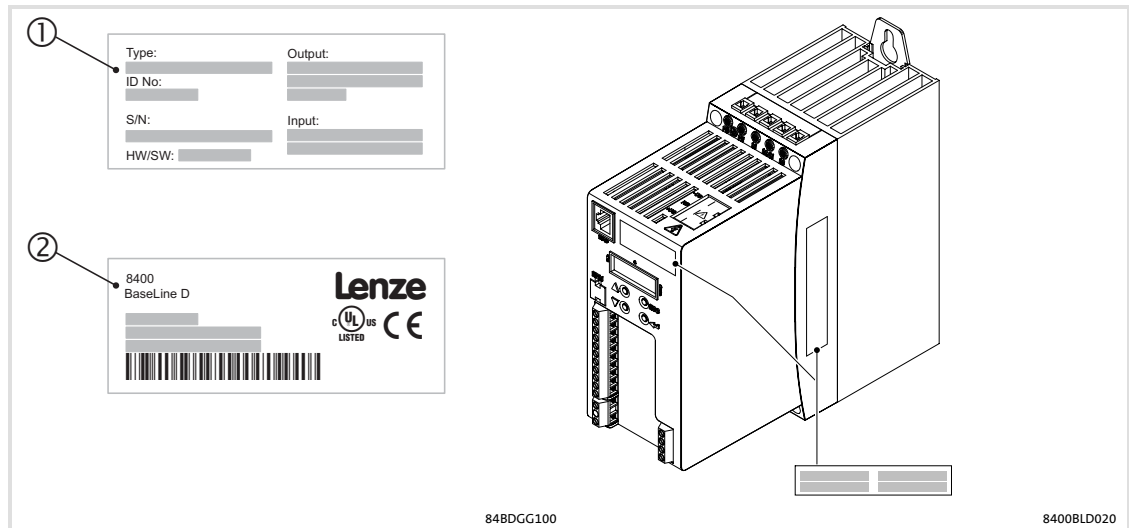

Abb. 3-2 Platzierung der Typenschilder
Die in diesem Handbuch verwendeten Typenangaben beziehen sich auf das Typenschild ①, welches sich auf der Frontseite des Antriebsreglers befindet, sowie auf das Typenschild ② an der Seite des Antriebsreglers (Abb. 3-2).